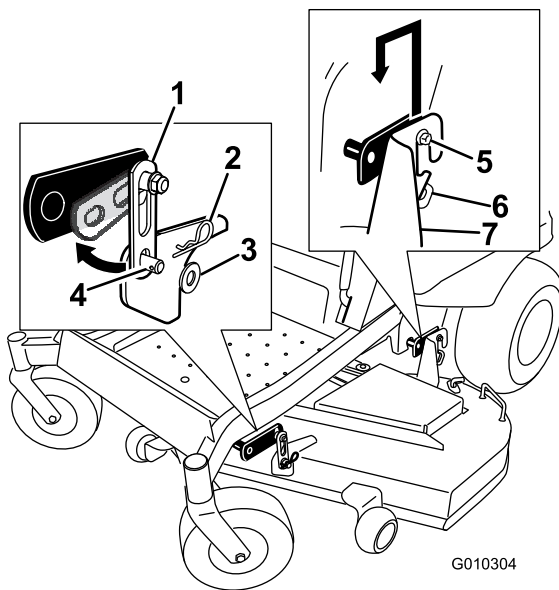

Bild 68
- Entfernen Sie an beiden Seiten des Mähwerks die Schrauben von den Hängeprofilen des Frontmähwerks (Bild 68).
- Heben Sie das Mähwerk vorsichtig von den Schrauben des hinteren Hängeprofils ab und senken Sie die Vorderseite des Mähwerks vorsichtig auf den Boden (Bild 68).
5. Heben Sie das Heck des Mähwerks an und führen Sie die Hängeprofilhalterungen über die hinteren Hängeprofilsschrauben (Bild 68).
6. Befestigen Sie die vordere Stütze am Mähwerk an den vorderen Mähwerkhängeprofilen und befestigen Sie sie mit einer Scheibe und einem Splint (Bild 68).